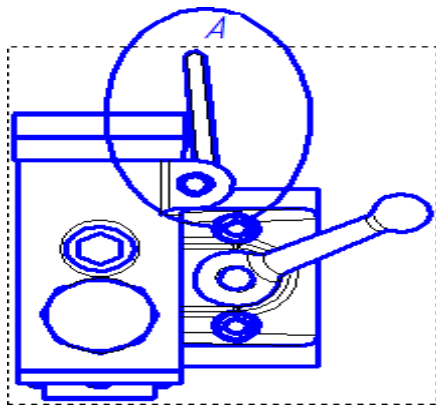

Рис. 124
- постройте эллипс (рис. 124);